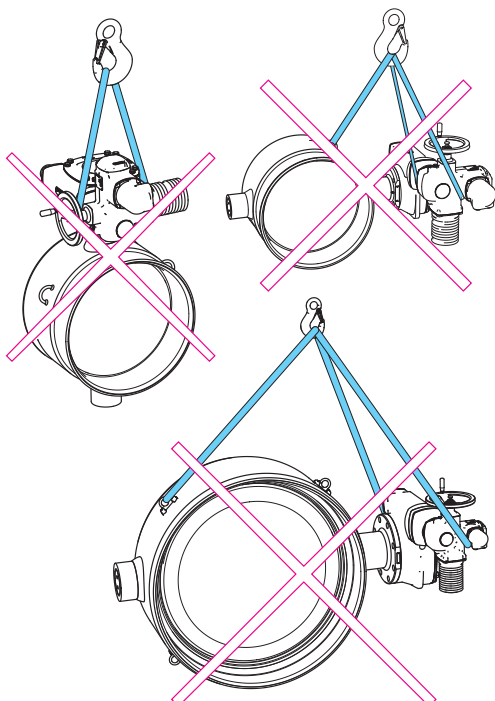
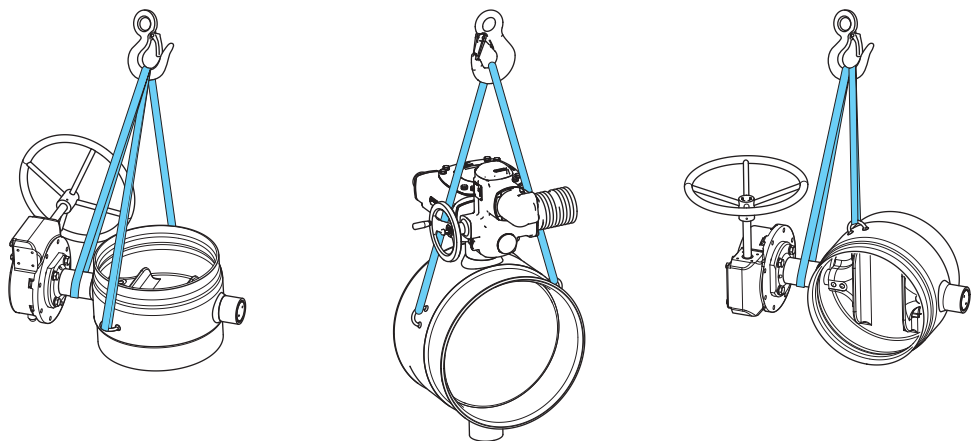

Рис. 2. Не поднимайте затвор за привод.
Рис. 3. Подъем затвора, снабженного 2 проушинами для подъема.
Затвор следует поднимать за проушины для подъема и верхнюю горловину (см. Рис. 3 и 4). Затвор отдельно или в составе узла нельзя поднимать за привод (см. Рис. 2). Даже слабые удары могут повредить привод или повлиять на привод и настройки затвора.
- Затвор отдельно или в сборе нельзя поднимать за привод. Если затвор снабжен проушинами для подъема, используйте проушины (см. Рис. 3 и 4). Падение или неправильный подъем затвора может стать причиной повреждения оборудования или травм персонала.
- Используйте один из разрешенных способов подъема, указанных на Рис. 3 и 4.